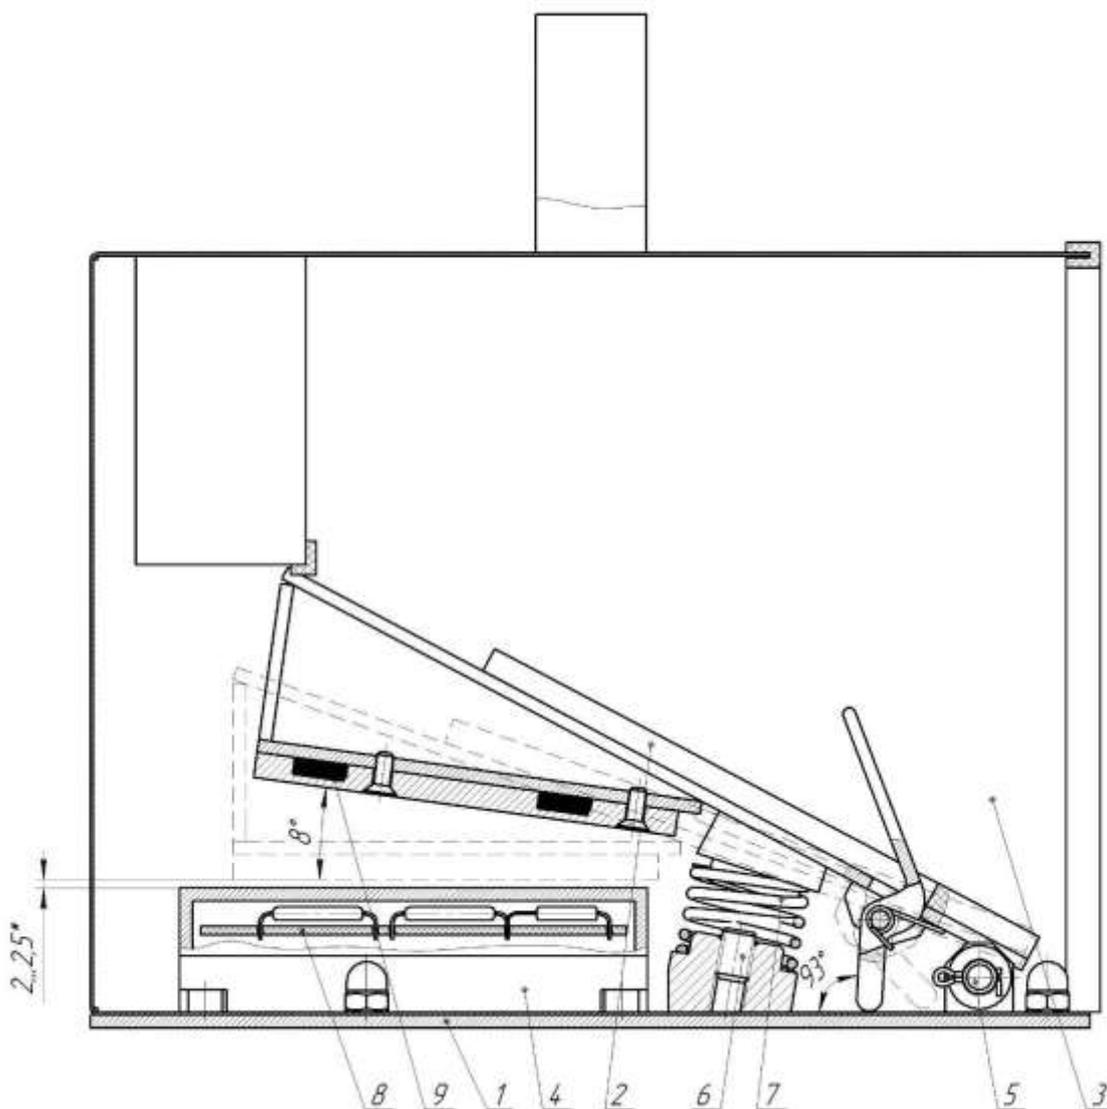

Рис.1 - Ножной включатель
3.1. Ножной включатель (рис.1) состоит из основания 1, на котором расположена педаль 2 с постоянными магнитами 9, кожуха 3, коробки 4 с платой управления 8, оси 5, регулировочного винта 6 и пружины 7.